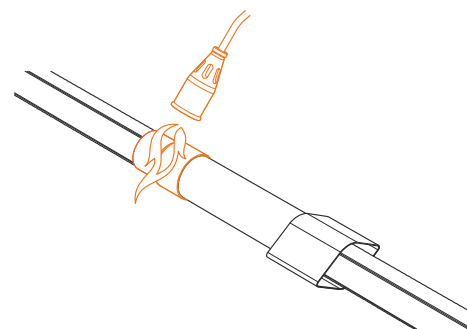

Рис. 4.7.7
- Усадить термоусаживаемый рукав газовой горелкой (или паяльной лампой, или техническим феном) (рис. 4.7.7).